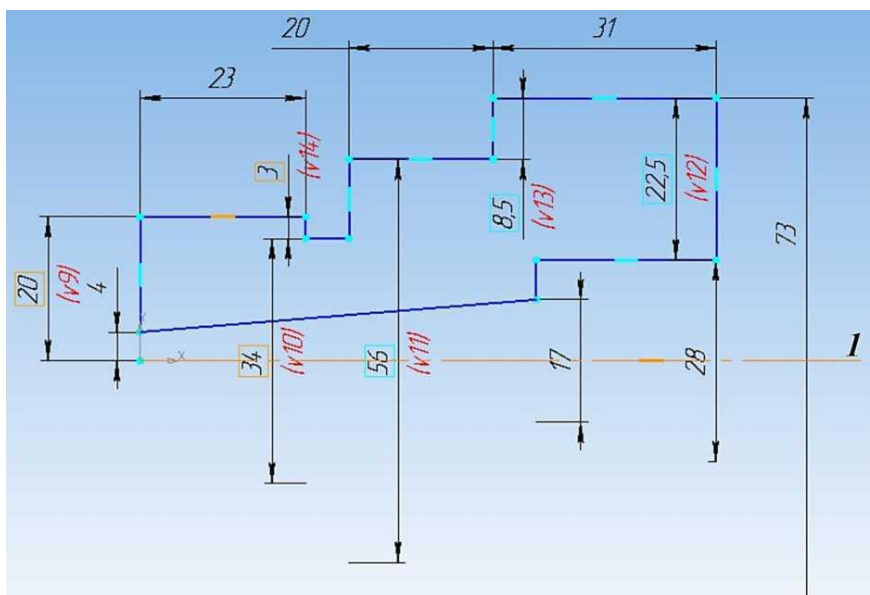

Рисунок 1
1. Нажимаем **Создать** (новый документ) → Деталь. Выбираем одну из плоскостей и нажимаем кнопку **Эскиз**. После чего вычерчиваем эскиз данной модели, рисунок 1. Ось симметрии **1** задается осевой линией. Для этого необходимо нажать на построенный отрезок и в появившемся окне свойств выбрать соответствующий тип. Также можно на **Панели свойств** построения отрезка заранее выбрать необходимый тип.